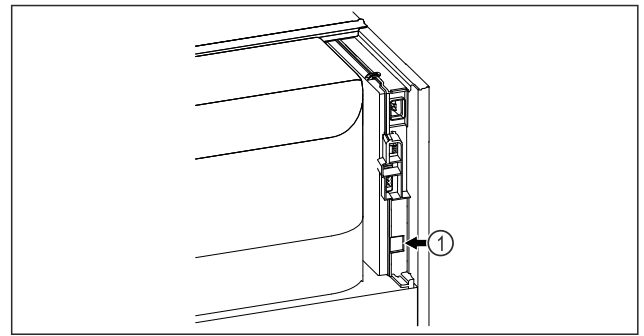

Fig. 180
- Je používán SmartModule Fig. 180 (1).